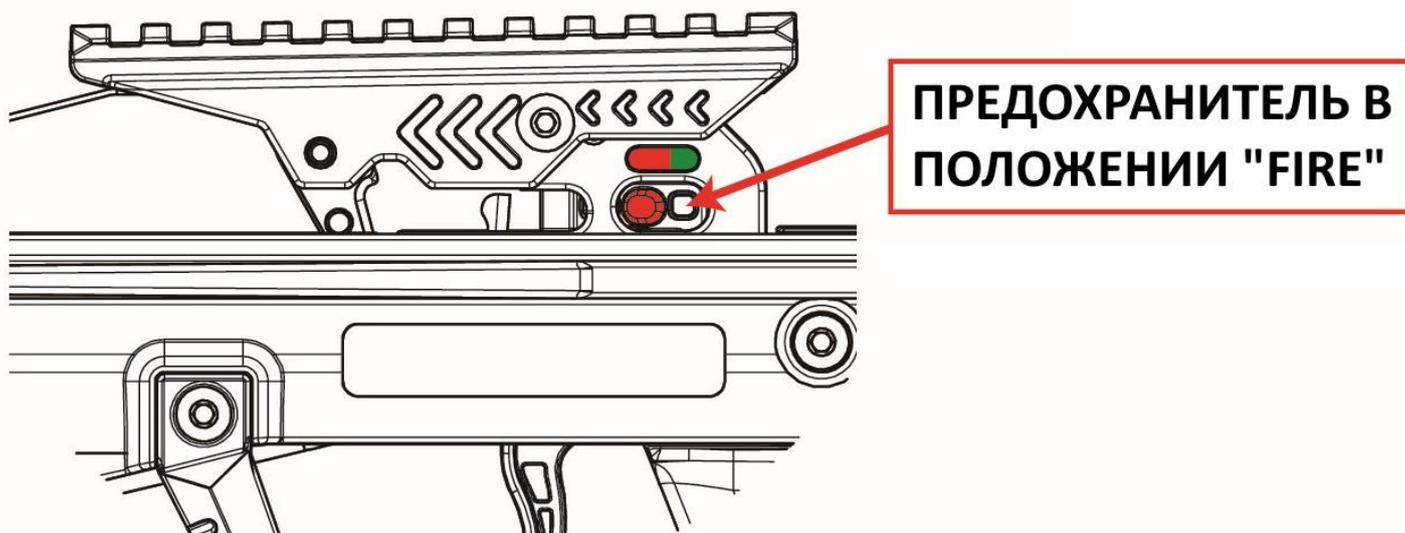

Рис.6
2. Чтобы взвести арбалет переведите предохранитель в положение «FIRE» (Рис.6). При взводе арбалета, предохранитель автоматически встанет в положение «SAFE», при котором невозможно произвести выстрел. Помимо автоматического предохранителя, арбалет оснащен предохранителем от холостого выстрела. В случае если спусковой крючок будет нажат без стрелы на направляющей, то тетива застрянет на предохранителе и выстрела не произойдет. Вам надо будет заново взвести арбалет, чтобы тетива закрепилась в спусковом механизме.